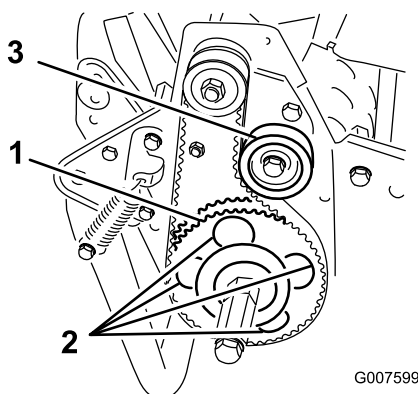

Bild 51
7. Drehen Sie die Antriebsscheibe, bis die Löcher mit den vier Bundscheiben des Rollenlagers ausgerichtet sind (Bild 51).
11. Stellen Sie die Riemenspannung ein, und ziehen Sie die Befestigungsschraube der Spannscheibe an (Bild 51).